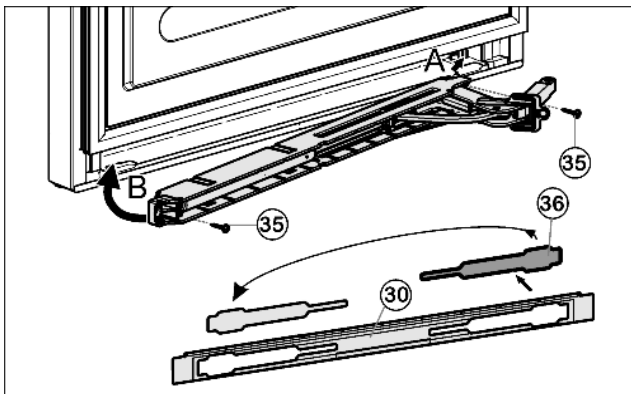

Fig. 19
- ▶ Desserrer le cache Fig. 19 (36) hors du panneau Fig. 19 (30) et le remettre en place de l'autre côté.
- ▶ Encliqueter l'unité d'amortisseurs de fermeture avec l'articulation du côté charnière (A) et la guider pour la repositionner (B).
- ▶ Visser à fond l'unité d'amortisseurs de fermeture (2 x vis Torx 15) Fig. 19 (35).